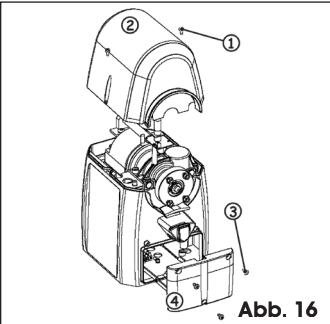

Abb. 16
- Die beiden Befestigungsschrauben der oberen Abdeckung lösen, Abb. 16 Bez. ①, und die Abdeckung abnehmen, Abb. 16 Bez. ②.
- Die drei Schrauben, Abb. 16 Bez. ③, zum Verschließen des Kartenfachs lösen, Abb. 16 Bez. ④.